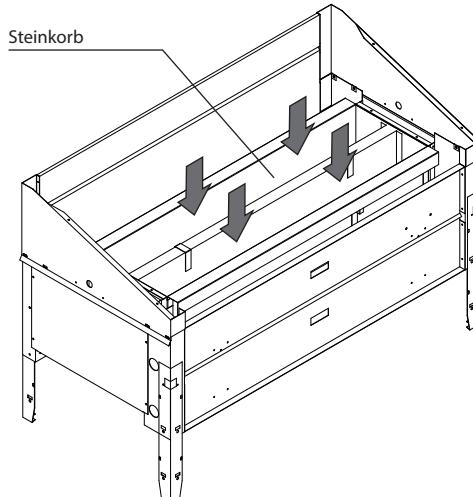

Abb. 4
- Verteilen Sie die Steine gleichmäßig im Steinkorb, so dass zwischen den Steinen auffrechend Abstände für die Luftzirkulation bleiben. Siehe Abb. 4.